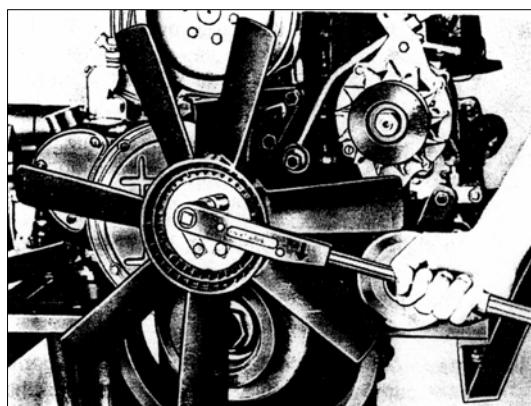

РИС. 153
6) Установите крыльчатку вентилятора и закрепите её (рис. 153).